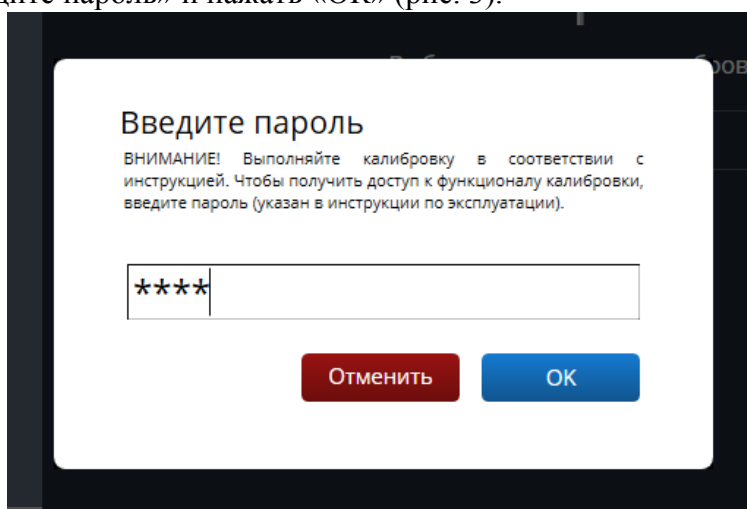

Рисунок 3 – Окно ввода пароля
- 6) Для осуществления калибровки выбранного датчика необходимо ввести пароль в окне «Введите пароль» и нажать «ОК» (рис. 3).